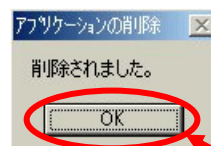

図1.3-5
(5) アンインストールが正常に終了した場合、以下の画面が表示されます。(図1.3-5)